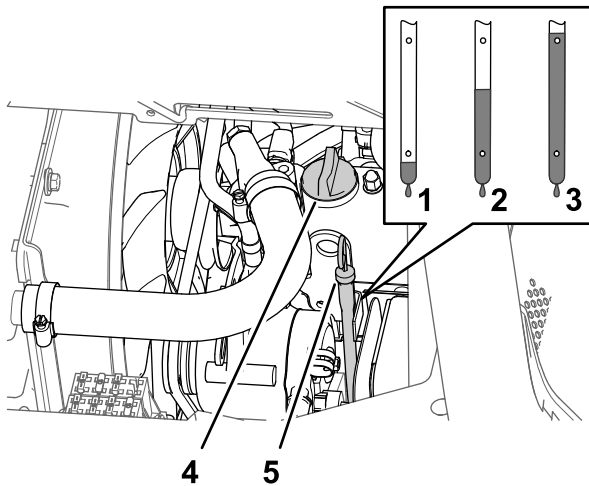

Figura 75
5. Îndepărtați buonul rezervorului de ulei din gâtul de umplere al capacului supapei motorului (Figura 75) i turnai încet aproximativ 80% din cantitatea specificată de ulei în gâtul de umplere.
6. Scoateți joja i verificați nivelul uleiului din motor (Figura 75).
7. Adăugați încet ulei specificat suplimentar pentru a aduce nivelul de ulei la marcajul plin de pe jojă (Figura 75).
8. Instalai buonul rezervorului de ulei în gâtul de umplere i joja în tubul jojei (Figura 75).